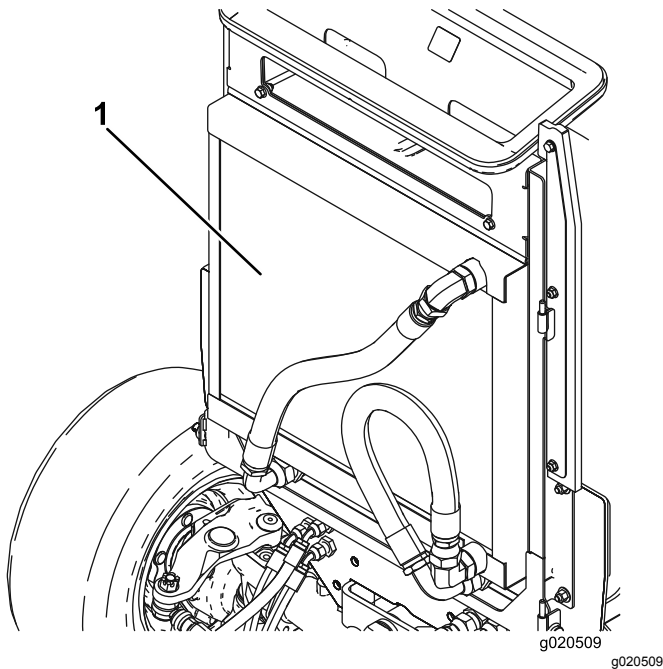

Figure 76
3. Nettoyez soigneusement les deux côtés du refroidisseur d'huile et du radiateur (Figure 76) à l'air comprimé. Commencez par l'avant et soufflez les débris vers l'arrière. Nettoyez ensuite en soufflant de l'arrière vers l'avant. Répétez cette procédure plusieurs fois jusqu'à ce qu'il ne reste plus aucun débris.